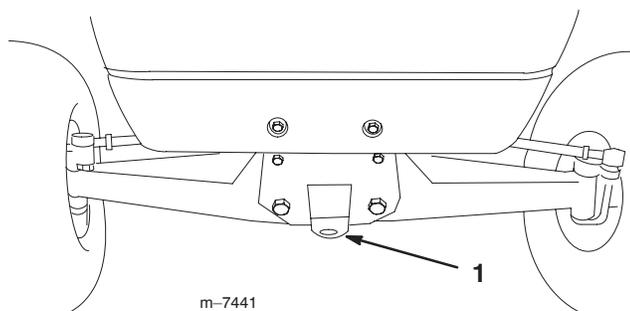

Bild 27
2. Befestigen Sie ein Schleppkabel an der Lasche am vorderen Chassisteil (Bild 27).